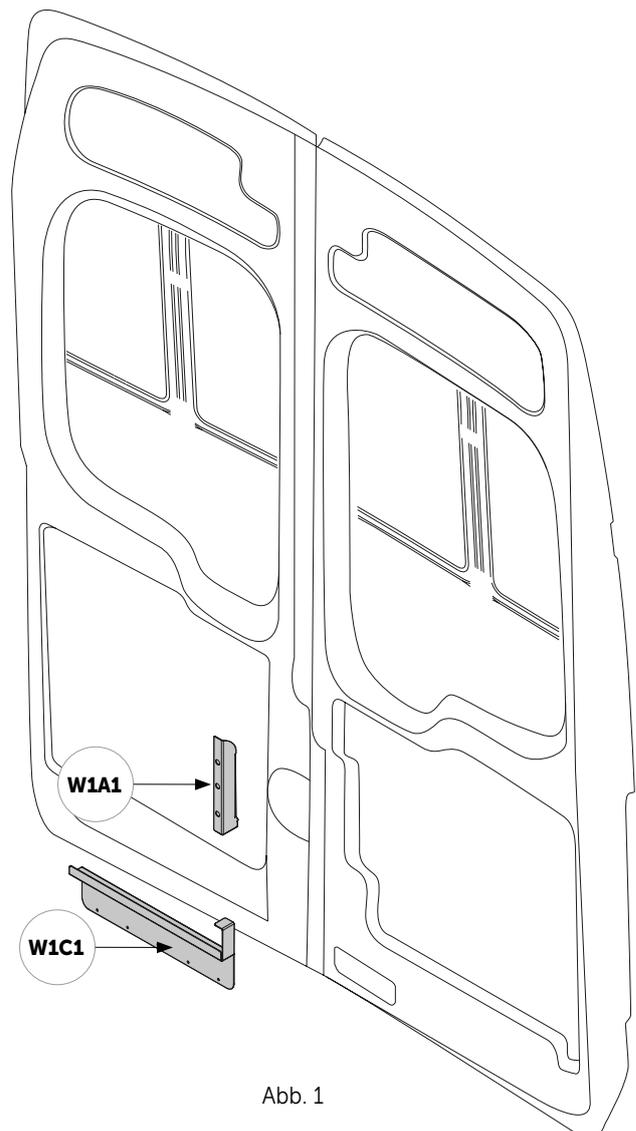
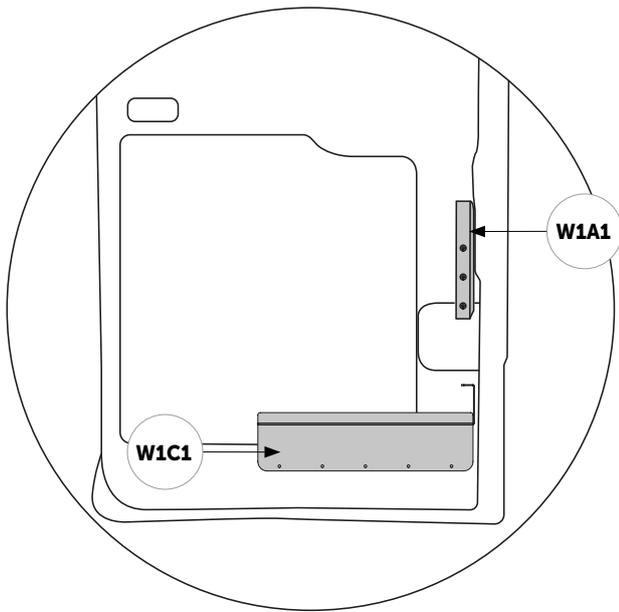

Abb. 1
Abb. 2
1. **W1A1** wird in der unteren Aussparung (Abb. 1) so montiert, dass es bündig mit der Seite der Tür (Abb. 2) und bündig mit der Kante der Tür (Abb. 3) abschließt. Markiere die Positionen der Schraubenlöcher. Bohre die Löcher und schraube dann **W1A1** ein.
2. Das **W1C1**-Element wird unterhalb des Griffbereichs montiert. Stelle **W1C1** so ein, dass es mit dem zuvor installierten **W1A1** auf gleicher Höhe ist (Abb. 2). Markiere die Positionen der Schraubenlöcher. Bohre Löcher und schraube dann die Bewehrung ein – Element **W1C1**.